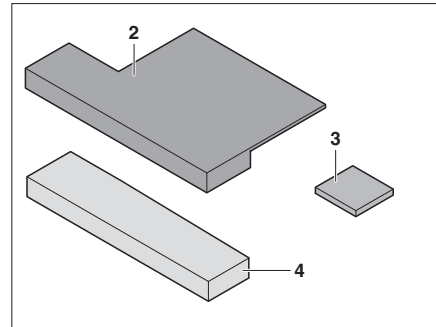

Fig. 166 Cojín adicional
- Colocar un travesaño (Fig. 166,3) al cojín adicional (Fig. 166,2) (con cierre de velcro).